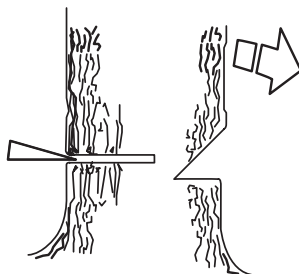

Рисунок 11 — Валочный пропил
- Уберите подлесок вокруг дерева, наметьте и расчистите путь отхода, принимая во внимание любое препятствие или помехи (камни, ветви, ямы и т.п.). Ваша линия отхода (см. рис. 11) должна вести от ожидаемой линии падения под углом назад.
- Валочный пропил (см. рис. 11) должен быть расположен примерно на 3–5 см выше нижнего подпила.